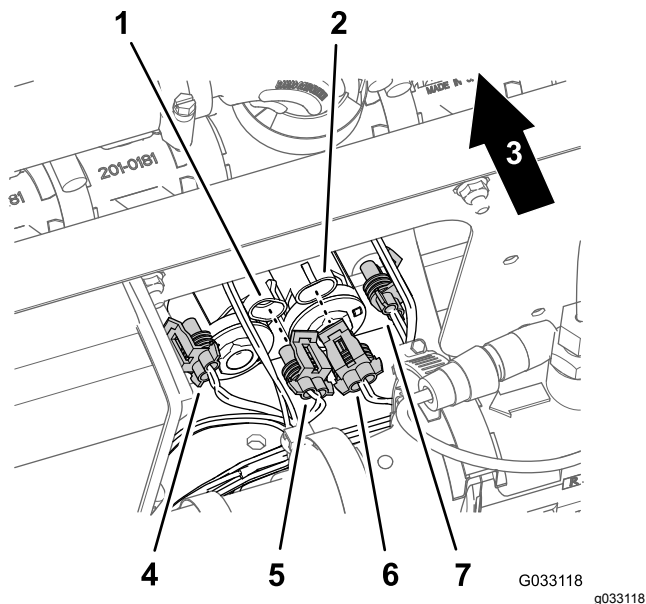

Figura 177
3. Desligue os conectores de 2 tomadas da cablagem para o Kit de acabamento Sonic Boom (Figura 177) dos conectores de 2 pinos dos solenoides do coletor do cilindro de elevação da seguinte forma: